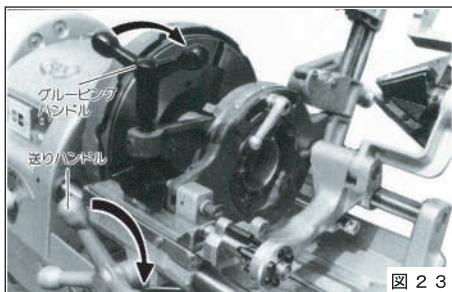

図23
- ①パイプの先端に送りハンドルでダイヘッドを近づけ、グルービングハンドルを面取り用バイトがパイプに当たるまで右に回してください。(図23)